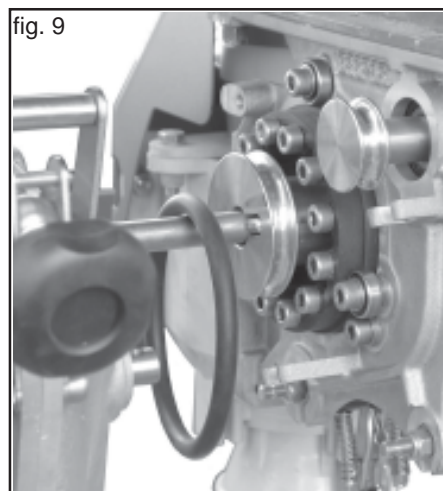

fig. 9
- Deje simplemente la correa en el árbol de transmisión (Fig. 9).